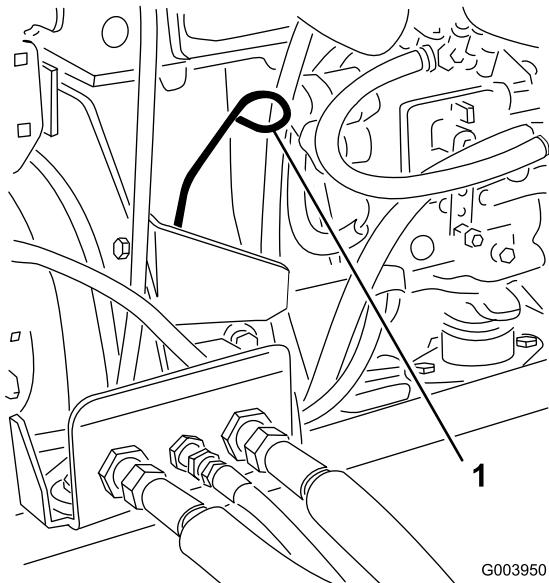

Figura 27
- Togliete l'asta di livello, asciugatela e reinseritela (Figura 27).